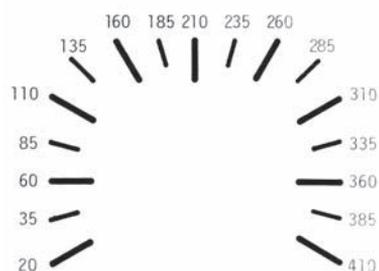

Fig. 13 Termometro del forno
- 5) Controllare la temperatura del forno mediante il termometro del forno. La temperatura indicata ha valore orientativo, il termometro ha una inerzia di risposta alle fluttuazioni della temperatura – Fig. 13.